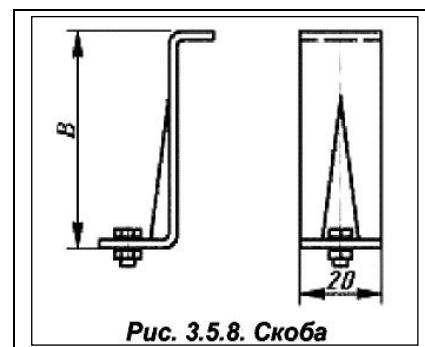

**Рис.3.5.7. Короб переходный У1088**
**Короб переходный У1088** (табл. 3.5.7, рис. 3.5.7) применяется для перехода трассы с сечения короба 200 x 100 на сечение 150 x 100 мм. Масса 3,5 кг.